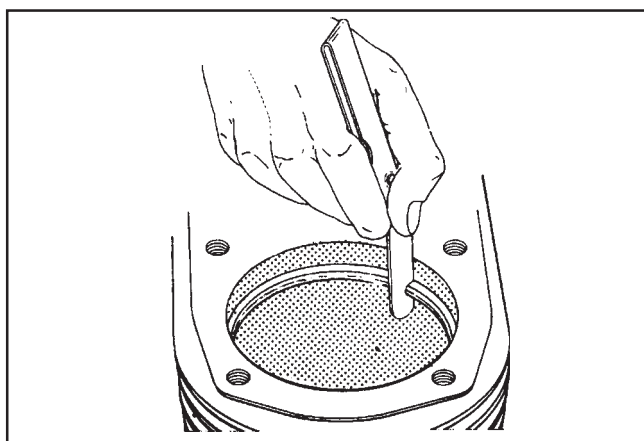

Figure 10-9. Mesure du jeu à la coupe du segment de piston.
4. Avant de mettre en place les segments sur le piston, placer chacun des segments supérieurs dans les gorges correspondantes sur le trou du cylindre et contrôler le jeu à la coupe du segment. (Voir la Figure 10-9.) Comparer le jeu du segment aux indications listées à la Section 1.